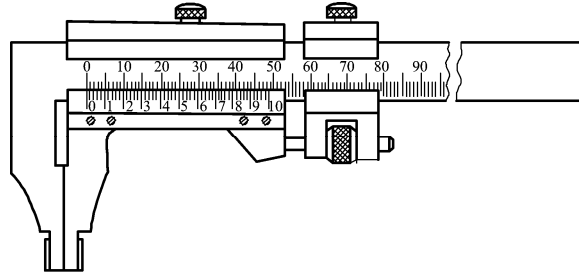

图 1-1-5 游标卡尺的结构形式之三
(3) 测量范围为 0~200 mm 和 0~300 mm 的游标卡尺，也可制成只带有内外测量面的下量爪的形式，如图 1-1-5 所示。而测量范围大于 300 mm 的游标卡尺，只能制成这种仅带有下量爪的形式。